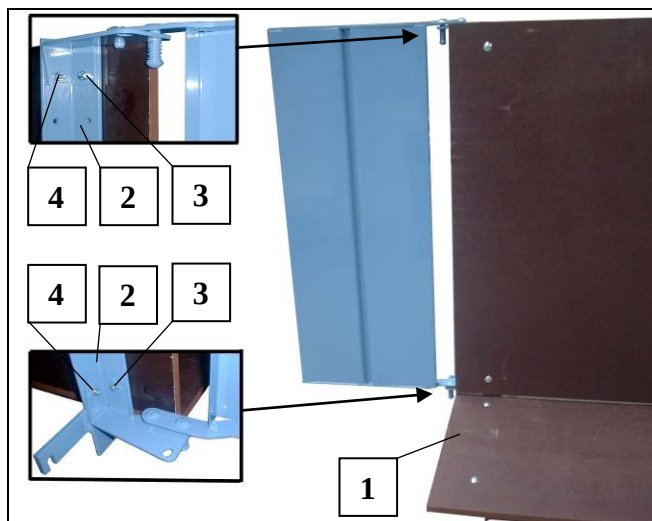

Fig. 40 Universeel plateau in elkaar zetten
- Neerklapbare zijbescherming (5) monteren (zie Fig. 40)
- Schotten (6) van bovenaf op het draagprofiel met steeds twee schroeven (7) monteren.